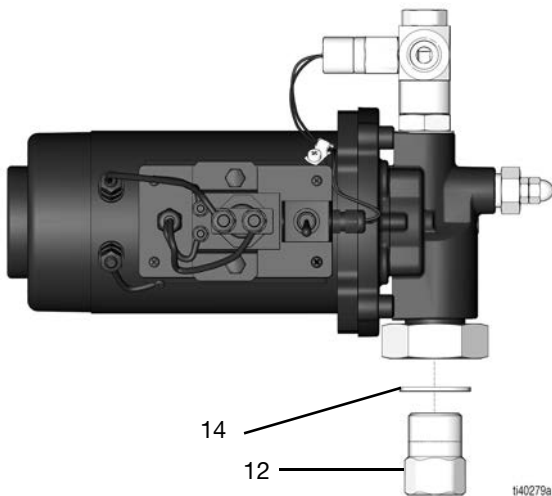

FIG. 9
5. Retirez l'ensemble du clapet anti-retour d'entrée (12) à l'aide d'une clé de 1 3/8 po. (FIG. 9).
6. Retirez le joint (14) (FIG. 9).
2. Placez le joint (14) (FIG. 9).
3. Mettez du ruban d'étanchéité pour filetages en PTFE sur les filetages de l'ensemble du clapet anti-retour d'entrée (12).
4. Insérez l'ensemble du clapet anti-retour d'entrée (12) et serrez-le à la main.
5. Tournez l'ensemble du clapet anti-retour d'entrée (12) d'un demi à trois quarts de tour, à l'aide d'une clé de 1 3/8 po. Ne serrez pas trop.